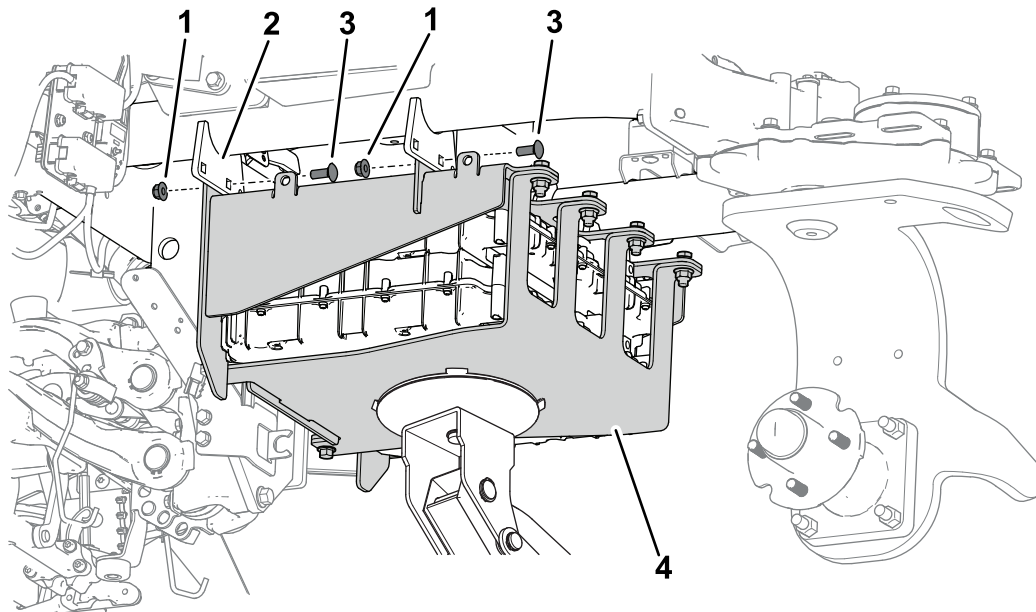

Figura 22
B. Utilizzate 4 bulloni a testa tonda ($\frac{3}{8}$ " x 1") e 4 dadi flangiati ($\frac{3}{8}$ ") per fissare il gruppo batterie al telaio della macchina (Figura 22).